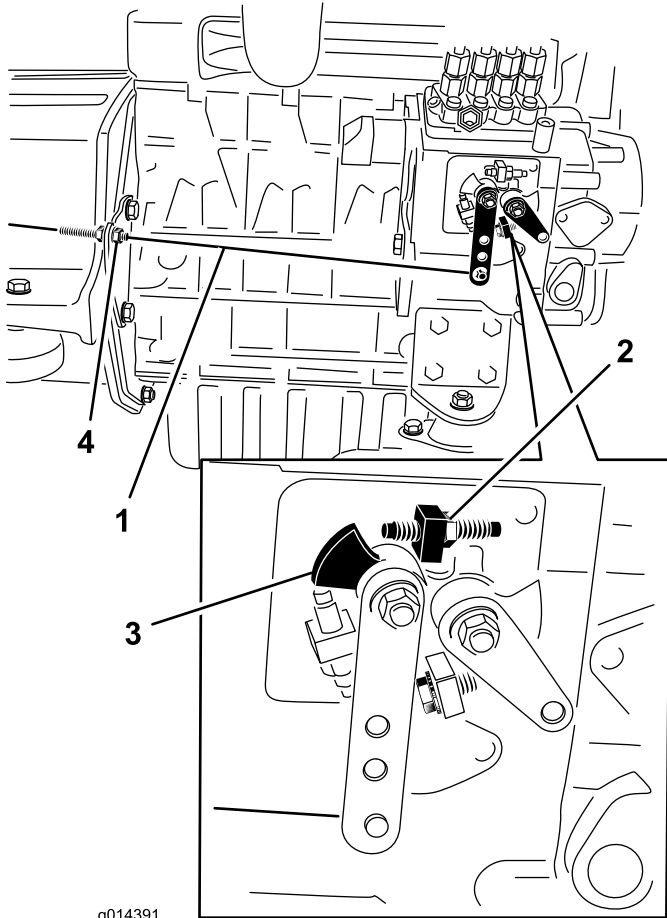

Bild 28
2. Überprüfen Sie die Stellung des Fahrgeschwindigkeitshebels auf der Einspritzpumpe für den Motorkraftstoff. Der Fahrgeschwindigkeitshebel sollte die Volllasteinstellschraube berühren, wenn sich der Gasbedienungshebel in der Leerlaufstellung „SCHNELL“ befindet (Bild 28).
3. Bei Bedarf kann die Position der Kabelklemmmutter des Gasbedienungshebels angepasst werden, so dass der Fahrtriebshebel die Volllasteinstellschraube berührt, wenn sich der Gasbedienungshebel in der Leerlaufstellung „SCHNELL“ befindet (Bild 28).